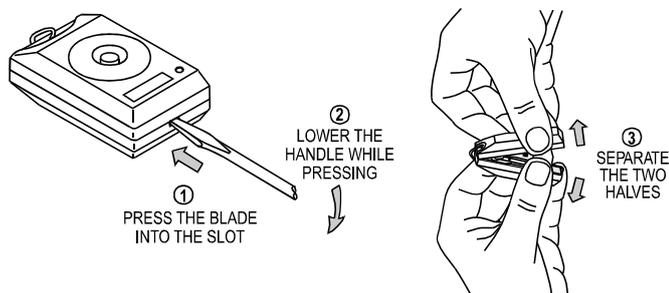

图 2. 开盖
A. 参照图 2. 来打开电池盖, 插入一个 1/8 英寸的螺丝刀到底座的孔内, 将螺丝刀插入, 轻拧动螺丝直到前盖脱离底座。